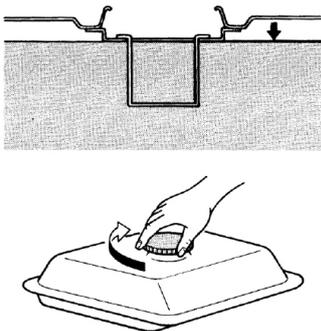

Рис.6
- Якщо рівень палива надто низький, заправте генератор неетилованим бензином(Рис.6).